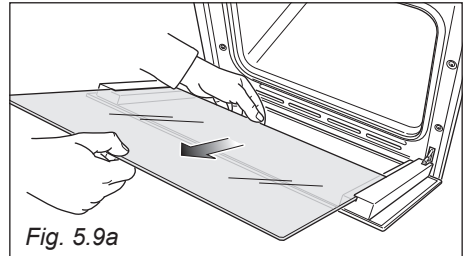

Fig. 5.9a
- Sfilare delicatamente il vetro interno (fig. 5.9a) e pulirlo con prodotti idonei. Asciugarlo sempre accuratamente.